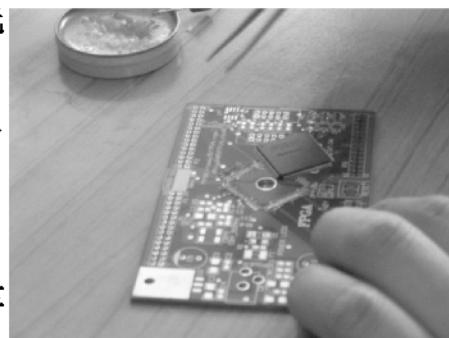

图 1-10 焊前准备
(1) 焊前准备：清洗焊盘，然后在焊盘上涂上助焊剂，如图 1-10 所示。
(2) 对角线定位：定位好芯片，点少量